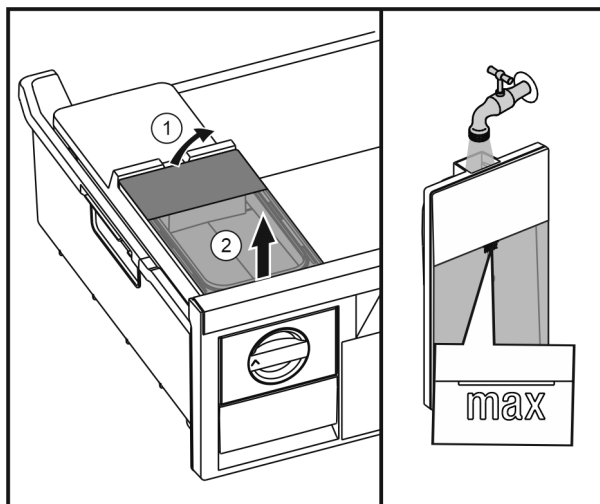

Fig. 48
- ▶ Waterreservoir van achter optillen Fig. 48 (1) en omhoog verwijderen Fig. 48 (2).